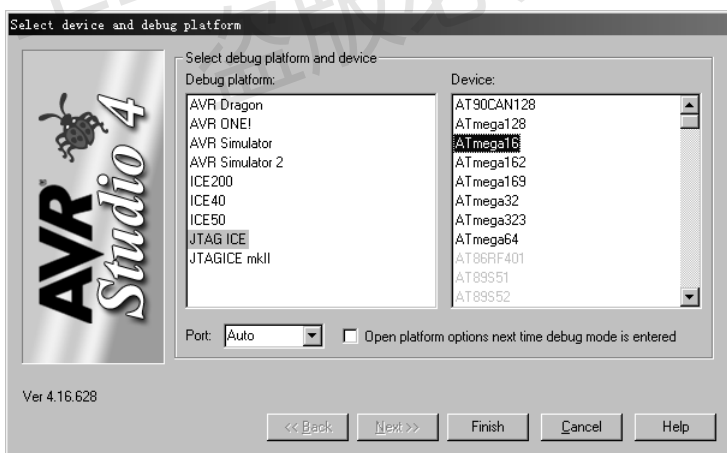

图 1-28 选择调试接口与器件
(6) 选择调试接口 (JTAG ICE) 和器件 (ATmega16)，单击 Finish 按钮，如图 1-28 所示。